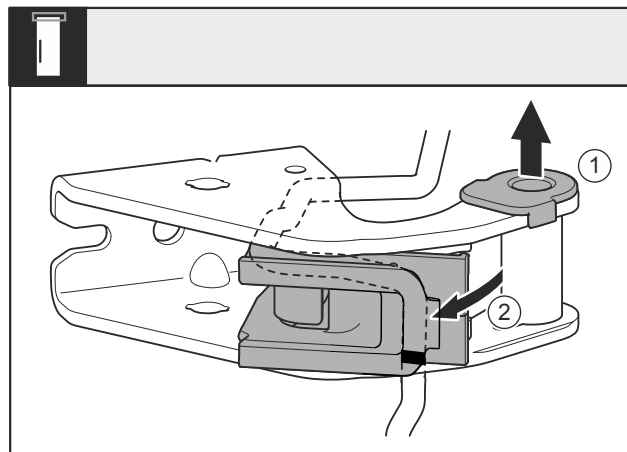

Fig. 26
- ▶ Extraiga el casquillo del cojinete Fig. 26 (1) de la guía.
- ▶ Gire el portacables Fig. 26 (2) hacia fuera.